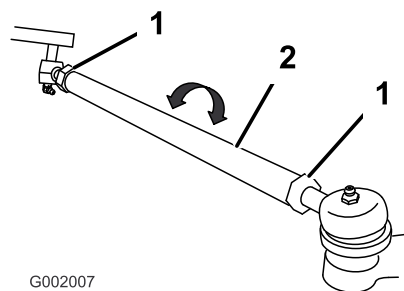

図 58
5. 前後の測定値の差が所定範囲にない場合、タイロッド両端のジャムナットを外して調整を行う(図 58)。